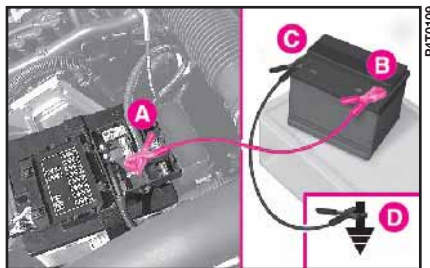

fig. 1
1) Conecte con un cable adecuado los bornes positivos **A** (fig. 1) y **B** de las dos baterías.